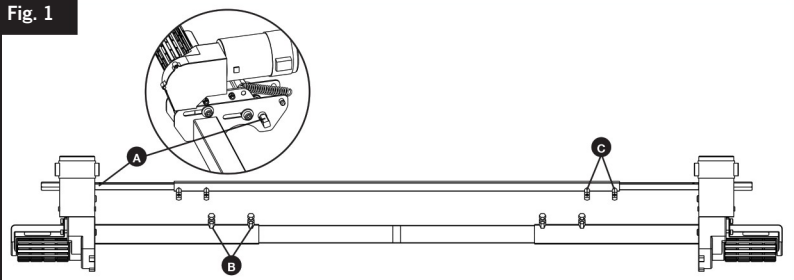
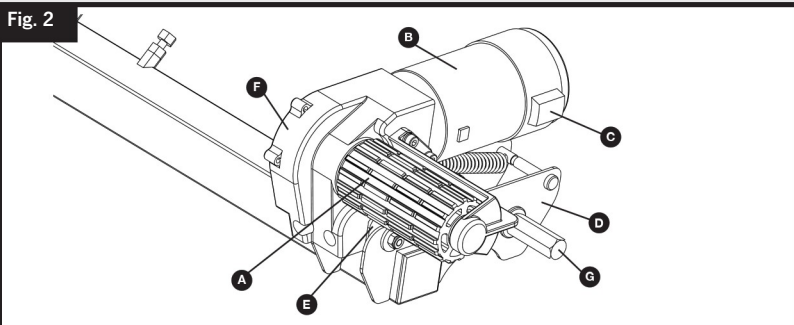
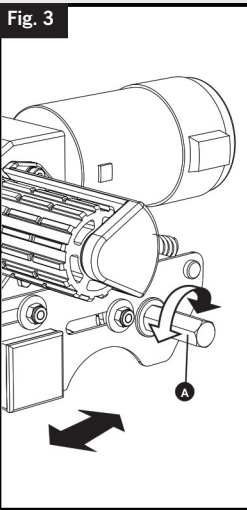

Fig. 2
Fig. 3
Fig. 4
Déballer tous les composants et vérifiez que toutes les pièces sont présentes (voir Contenu de l'emballage, Fig. A). Les instructions d'installation continueront à faire référence aux numéros de pièces affichés dans la Fig. A. Avant et pendant toute l'installation, assurez-vous que les moteurs restent en position DÉBRANCHÉE (Fig. 4), sinon l'unité ne s'adaptera pas correctement.
Une fois l'ensemble principal monté sans serrer sur le châssis, faites glisser l'ensemble le long du châssis jusqu'à ce que les rouleaux (Fig.2.A) soient à 20 mm de la surface de chaque pneu (voir Fig.4). Deux entretoises de 20 mm (30) sont fournies pour régler cette distance. Notez que les dispositifs de déplacement doivent être en position désengagée lorsque l'espacement de 20 mm est réglé. Lors du réglage de l'espacement, veillez à ce que les rouleaux des deux dispositifs d'entraînement soient centrés et alignés avec les pneus du véhicule, à la fois horizontalement et verticalement, afin de permettre le meilleur contact possible avec les roues (voir la figure 6 pour référence). Si la largeur des rouleaux dépasse celle du pneu, assurez-vous que l'extrémité du rouleau est alignée avec la paroi extérieure du pneu. Le dépassement de la paroi intérieure du pneu est acceptable sur les pneus plus fins et ne devrait pas affecter de façon radicale la fonction ou l'adhérence.
Avec le Cara-Move, le processus d'engagement est manuel. Pour engager vos moteurs, placez l'outil d'engagement (6) sur l'axe du moteur (Fig.2.G) parallèlement au sol, dans une position éloignée de la roue en question. Pour engager le moteur, tournez l'outil d'engagement de 180 degrés en direction de la roue en question (Fig.3). Si les barres d'actionnement croisées ont été montées correctement, le processus d'engagement d'un moteur devrait ensuite également engager le côté opposé du véhicule.
Pour désengager les rouleaux, il suffit de remettre l'outil sur l'un des axes et de le faire pivoter en l'éloignant du pneu. Veuillez noter que vous ressentirez une petite résistance au début lorsque vous désengagerez la came de sa position verrouillée ; le ressort fera ensuite le reste du travail et tirera le rouleau loin du pneu et dans la position complètement désengagée (Fig.4).